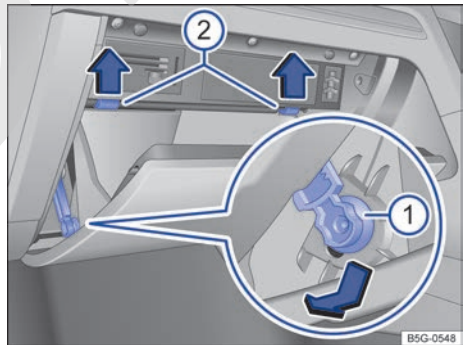

Fig. 202 Tapa de la caja de fusibles del tablero de instrumentos: vehículos con el volante a la derecha, en el lado del acompañante. ▶
- Abra la guantera y, dado el caso, vacíela → fig. 202.
- Desplace el elemento de frenado → fig. 202 ① en el orificio del soporte hacia abajo y extráigalo hacia un lado.
- Presione los pivotes tope → fig. 202 ② hacia arriba, en el sentido de las flechas, y al mismo tiempo abra aún más la guantera.
- Para *montar* la guantera, sitúela en la posición adecuada. Introduzca el elemento de frenado en el orificio del soporte y desplácelo hacia arriba hasta que oiga que ha encastrado. Presione la guantera con cuidado hacia delante, superando la resistencia que oponen los pivotes tope → fig. 202 ②.